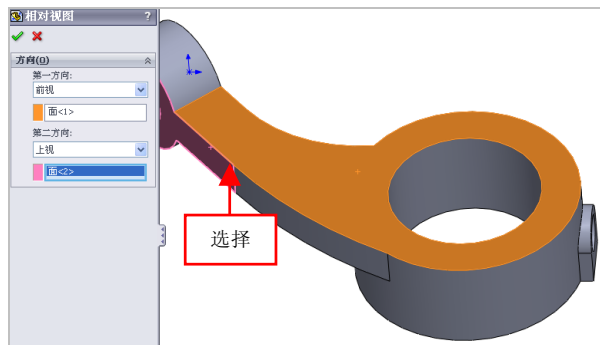

图 11-11 选择合适的面对象
(3) 弹出【相对视图】属性管理器，移动鼠标指针至工程图图纸上，单击鼠标左键，弹出【相对视图】属性管理器，选择合适的面对象，如图 11-11 所示。